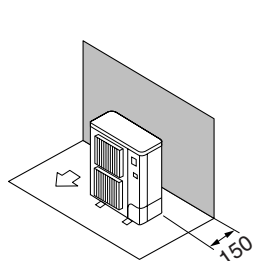

Fig. 2-2
- ① Enbart hinder på baksidan (Fig. 2-2)